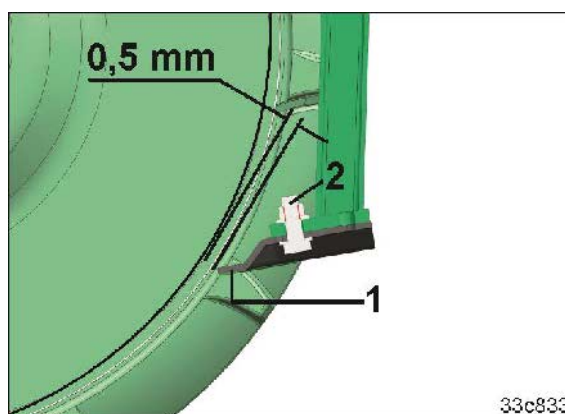

Fig. 125
4. Desserrer la vis (Fig. 125/2).
5. Visser le décrotteur (Fig. 125/1) à 0,5 mm de l'élément du rouleau.